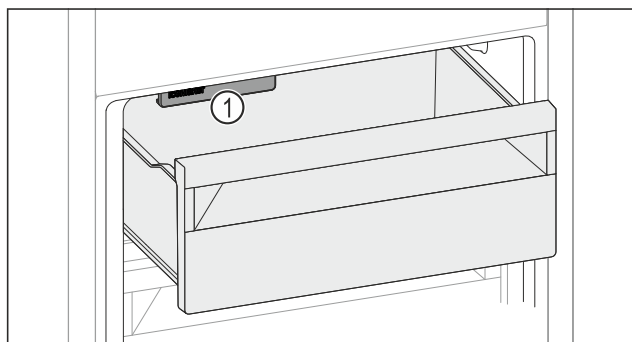

Fig. 142
- ▶ Vær opmærksom på IceMaker Fig. 142 (1).